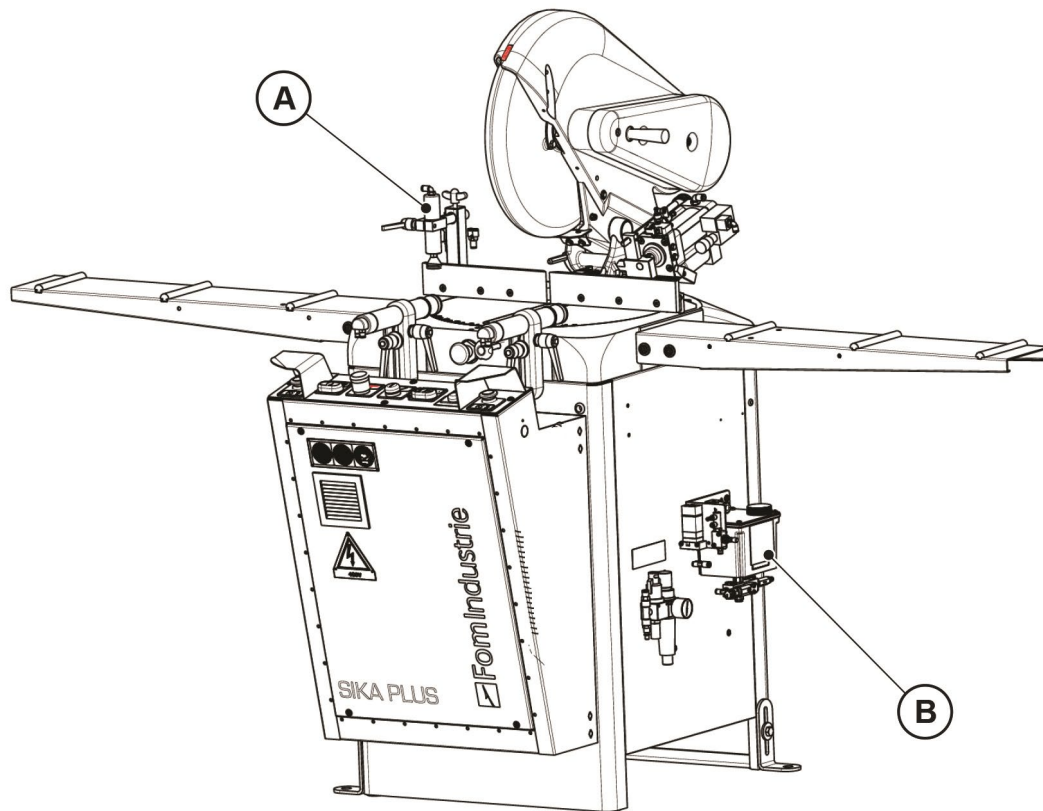

Abb. 03-01
- Vertikale Spannvorrichtung LI/RE „A“ (Abb. 03-01)
- Kit Mikrotropfenschmierung für Schnitt mit reinem Öl „B“ (Abb. 03-01)